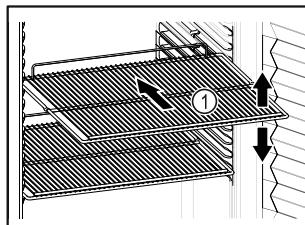

Fig. 60 Примерно изображение
- Ако стелажите за съхранение *Fig. 60 (1)* могат да се мястят, регулирайте ги според височината.